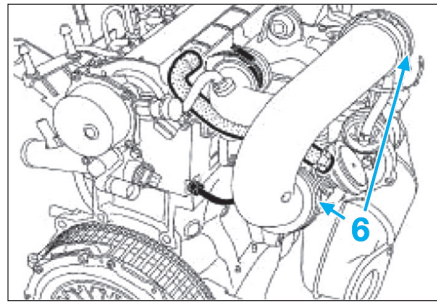

Fig. 72
- Desserrer les vis des colliers (6) du tuyau d'air en sortie de filtre à air (Fig.72).